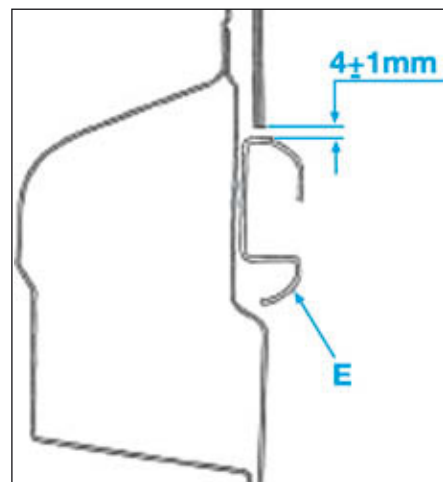

FIG.7
- (E) du rail de porte latérale coulissante (Fig.7),